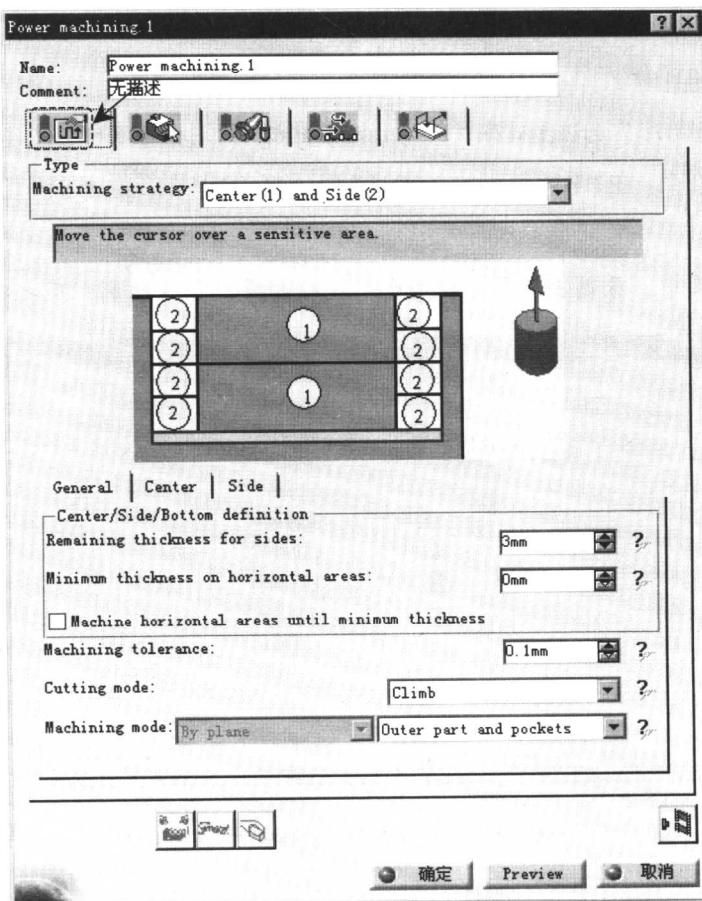

图 1.22 “刀具路径参数”选项卡
(1) 进入“刀具路径参数”选项卡。在“Power machining.1”对话框中单击“刀具路径参数”选项卡 。
(2) 定义切削类型。在“Power machining.1”对话框(一)的 **Machining strategy:** 下拉列表中选择 **Center (1) and Side (2)**。
(3) 定义一般参数。单击  选项卡，设置如图 1.22 所示的参数。
(4) 定义中心参数。单击  选项卡，然后在 **Tool path style:** 下拉列表中选择 **Helical** 选项，其余采用系统默认设置。